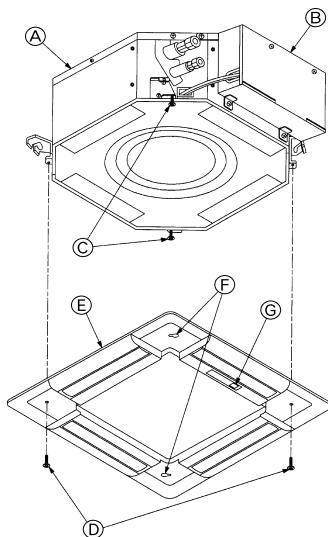
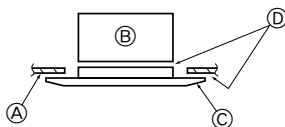
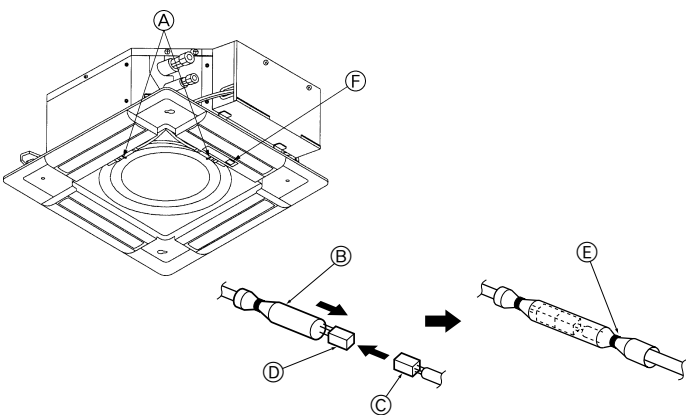
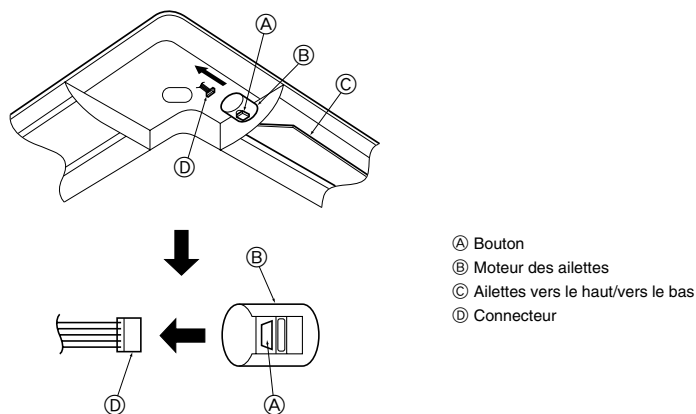

Fig. 8-6
Fig. 8-7
Fig. 8-8
Fig. 8-9
8.3.2. Mise en place provisoire de la grille (Fig. 8-6)
- (A) Appareil principal
- (B) Boîtier des composants électriques
- (C) Vis avec la rondelle d'étanchéité (mise en place provisoire)
- (D) Vis avec rondelle d'étanchéité (Accessoire)
- (E) Grille
- (F) Orifice en forme de cloche
- (G) Récepteur (Pour SLZ-KA25/KA35/KA50VAL)
8.3.3. Fixation de la grille (Fig. 8-7)
- (A) Plafond
- (B) Appareil principal
- (C) Grille
- (D) Vérifier qu'il n'y a pas d'espace.
8.3.4. Câblage (Fig. 8-8)
- (A) Attache (Accessoire)
- (B) Tube en verre blanc
- (C) Connecteur de l'appareil principal
- (D) Connecteur de la grille
- (E) Courroie (Accessoire)
- (F) Récepteur (Pour SLZ-KA25/KA35/KA50VAL)
8.4. Verrouillage du sens de la soufflerie d'air vers le haut/vers le bas (Fig. 8-9)